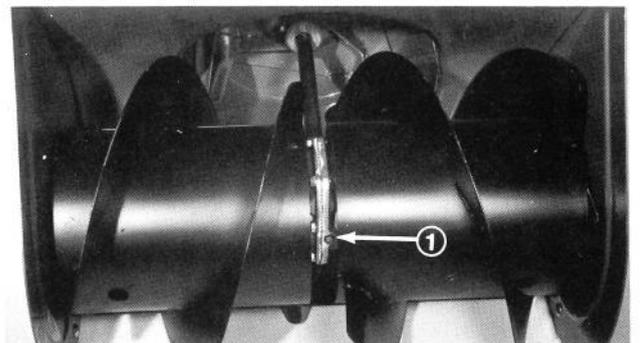

Abb. 36
4. Die Ablaswanne unter den Ablasstopfen (Abb. 36) vorne am Räumgetriebe stellen und dann den Stopfen heraus-schrauben. Siehe prüfen des Ölstandes im Räumwerkgetriebe, Seite 9.
7. Den Stopfen wieder einschrauben (Abb. 36).